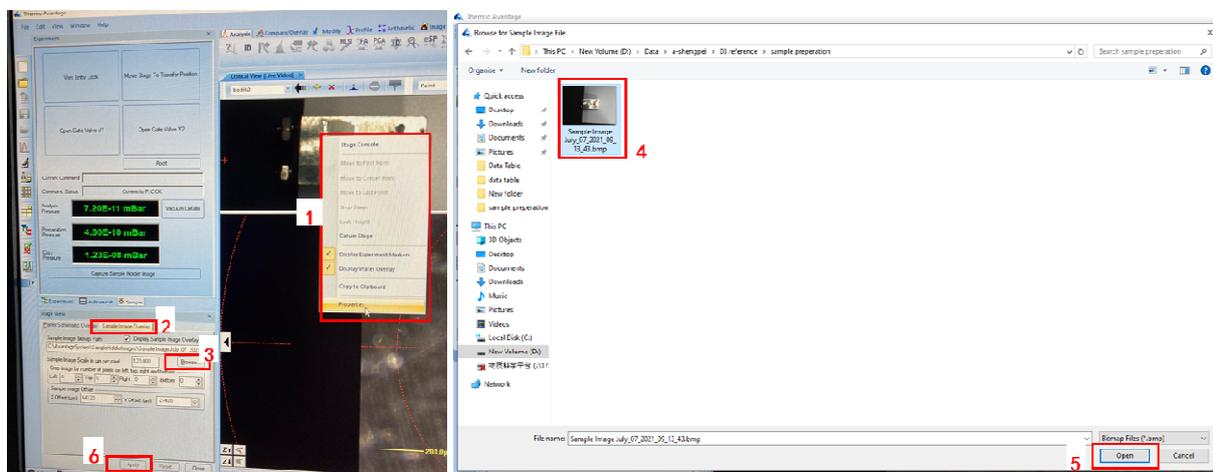

图 12 样品照片显示操作示意图
- (6) 如图 12 所示, 点击“Sample Image Overlay”, 点击“Browse”, 在用户数据文件夹中找到需要的样品照片, 选择照片, 点击“Open”, 最后点击“Apply”, 照片将更换为选中的样品照片。